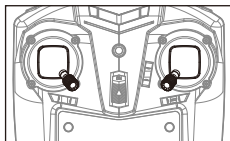

图7
1. 正常起飞: 启动电机, 将左/右控制杆同时向内推至45°斜角启动电机(图7), 向上推动左控制杆让飞行器飞到指定高度后松手。